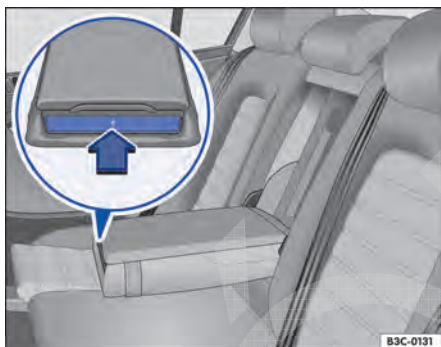

Fig. 148 No descanso-braço central traseiro: desdobrar o porta-bebidas.
- Pressionar a parte dianteira do console central $\Rightarrow$ Fig. 148 no sentido da seta. O porta-copos se estende.